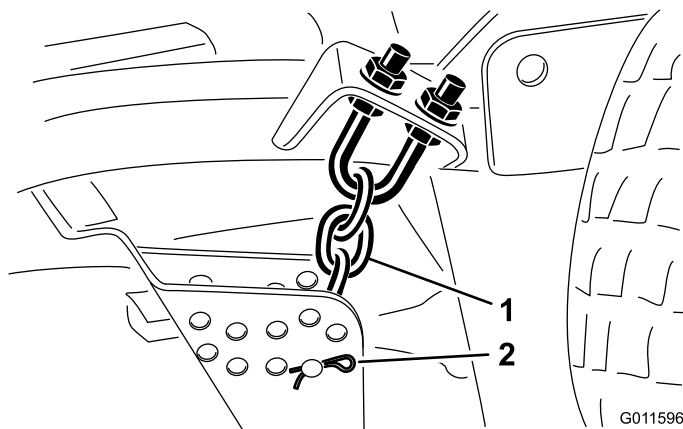

Figura 17
8. Retire o perno de gancho e pino de segurança que fixam as correntes da altura de corte à traseira da unidade de corte (Figura 17).